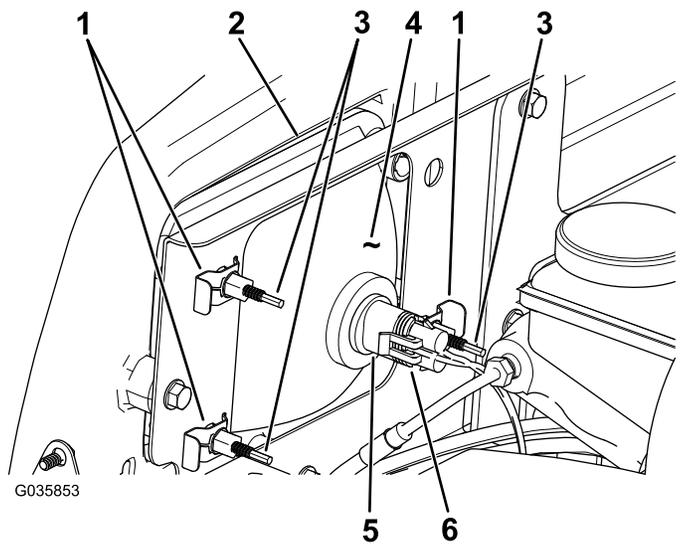

Figura 44
- Desconecte el conector eléctrico del arnés de cables del conector del conjunto de la lámpara (Figura 44).
- Retire los conectores rápidos que sujetan el faro al soporte del faro (Figura 44).
- Retire el faro desplazándolo hacia adelante y pasándolo por el hueco del parachoques delantero (Figura 44).
- Introduzca el faro nuevo a través del hueco del parachoques (Figura 44).
- Conecte el conector eléctrico del arnés de cables al conector del conjunto de la lámpara (Figura 44).
- En la parte trasera del faro, gire los tornillos de ajuste (Figura 44) para pivotar el conjunto y ajustar de la posición del haz de luz.